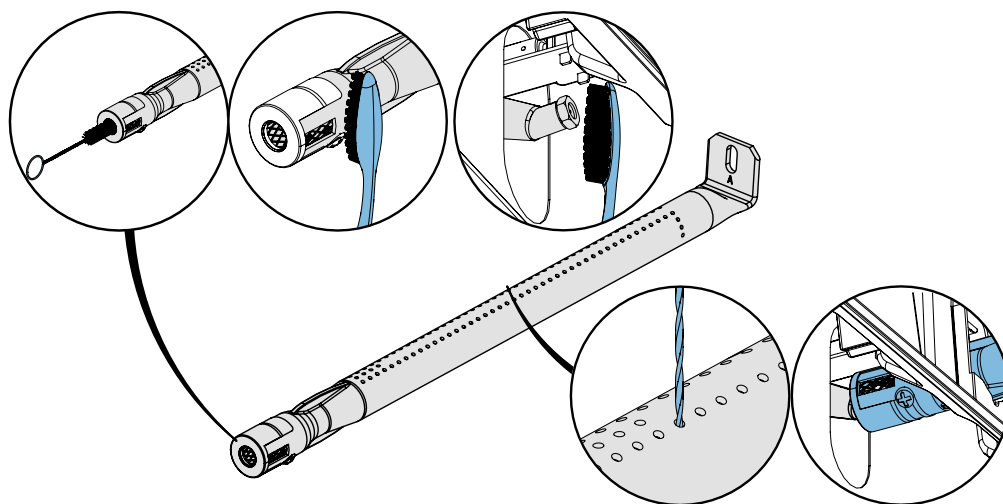

Fig. 9
1. Retirez les vis qui fixent le brûleur à la paroi arrière du gril. Faites glisser le brûleur vers l'arrière et vers le haut pour le retirer. **(Fig.9)**